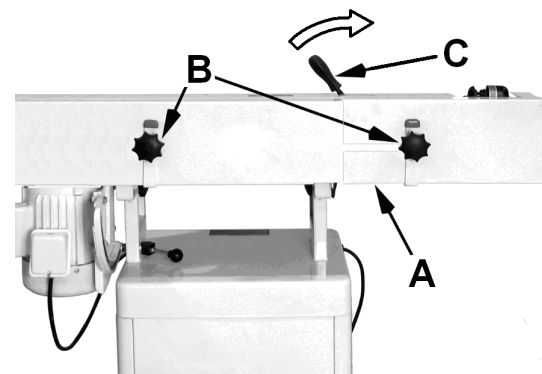

Fig 10
Die Sterngriffschrauben (B, Fig 10) lösen und die Schleifbandabdeckungen (A) entfernen.